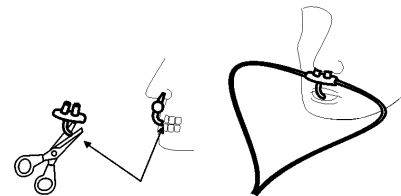

Abbildung 7
- a. Legen Sie die Kanüle gemäß Abbildung 7 am Patienten an...
- b. Achten Sie auf die Spitze der Oralkanüle. Sie sollte an den Zähnen vorbei in der Mundöffnung platziert werden (siehe Abbildung 7).